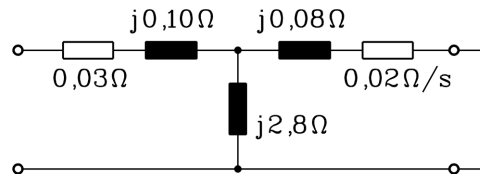

Bild 2.7-1: T-Ersatzschaltbild je Strang des gewählten Käfigläufer-Asynchronmotors
Für den Antrieb einer Zentrifuge in der Zuckerfabrik soll ein Motor beschafft werden. Von der ausgewählten Asynchronmaschine für 630 kW mit Kurzschlussläufer sind die Impedanzen pro Strang laut Bild 2.7-1 bekannt (Blindwiderstände für 50 Hz). Die Polzahl $2p$ ist 4.
- 4) Im Prüffeld des Herstellers wird der Motor am 50 Hz-Netz bei 500 V betrieben. Beim Anfahren $s = 1$ steigt der Rotorwiderstand infolge Stromverdrängung auf 300% des Werts von Bild 2.7-1. Bestimme das zugehörige Anfahrmoment und vergleiche es mit dem Wert bei vernachlässigter Stromverdrängung.